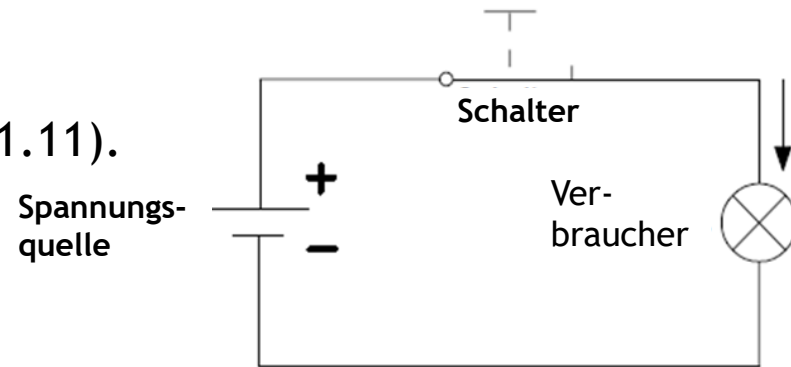

Abb. 1.11: Geschlossener Stromkreis
2. der Stromkreis geschlossen ist (Abb.1.11).